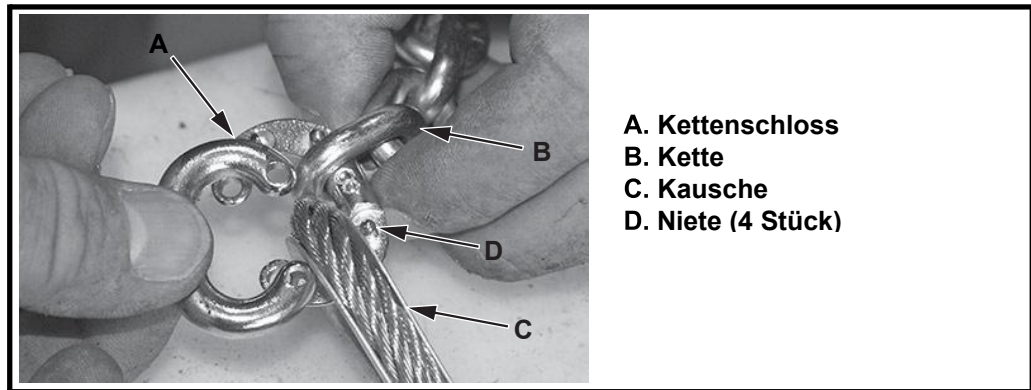

Abbildung 11 Auswechseln des Kettenschlosses
- b) Montieren Sie ein neues Kettenschloss wie folgt (Abbildung 11):
- (1) Bringen Sie eine Hälfte des Kettenschlosses (A) an der Kette (B) und an der Kausche (C) an.
- (2) Bringen Sie die zweite Hälfte des Kettenschlosses an der ersten Hälfte an.
- (3) Legen Sie das Kettenschloss auf eine feste Oberfläche und schlagen Sie mit einem Hammer auf die Niete (D), um die Kettenschlosshälften miteinander zu verbinden.